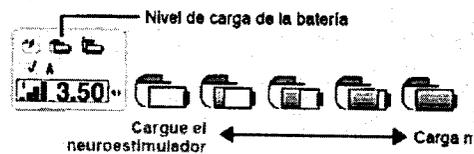

Figura 4.12 Nivel de carga de la batería del neuroestimulador implantable en la pantalla Terapia.
2. Compruebe el nivel de carga de la batería del neuroestimulador implantable recargable en la pantalla **Terapia** (Figura 4.12).